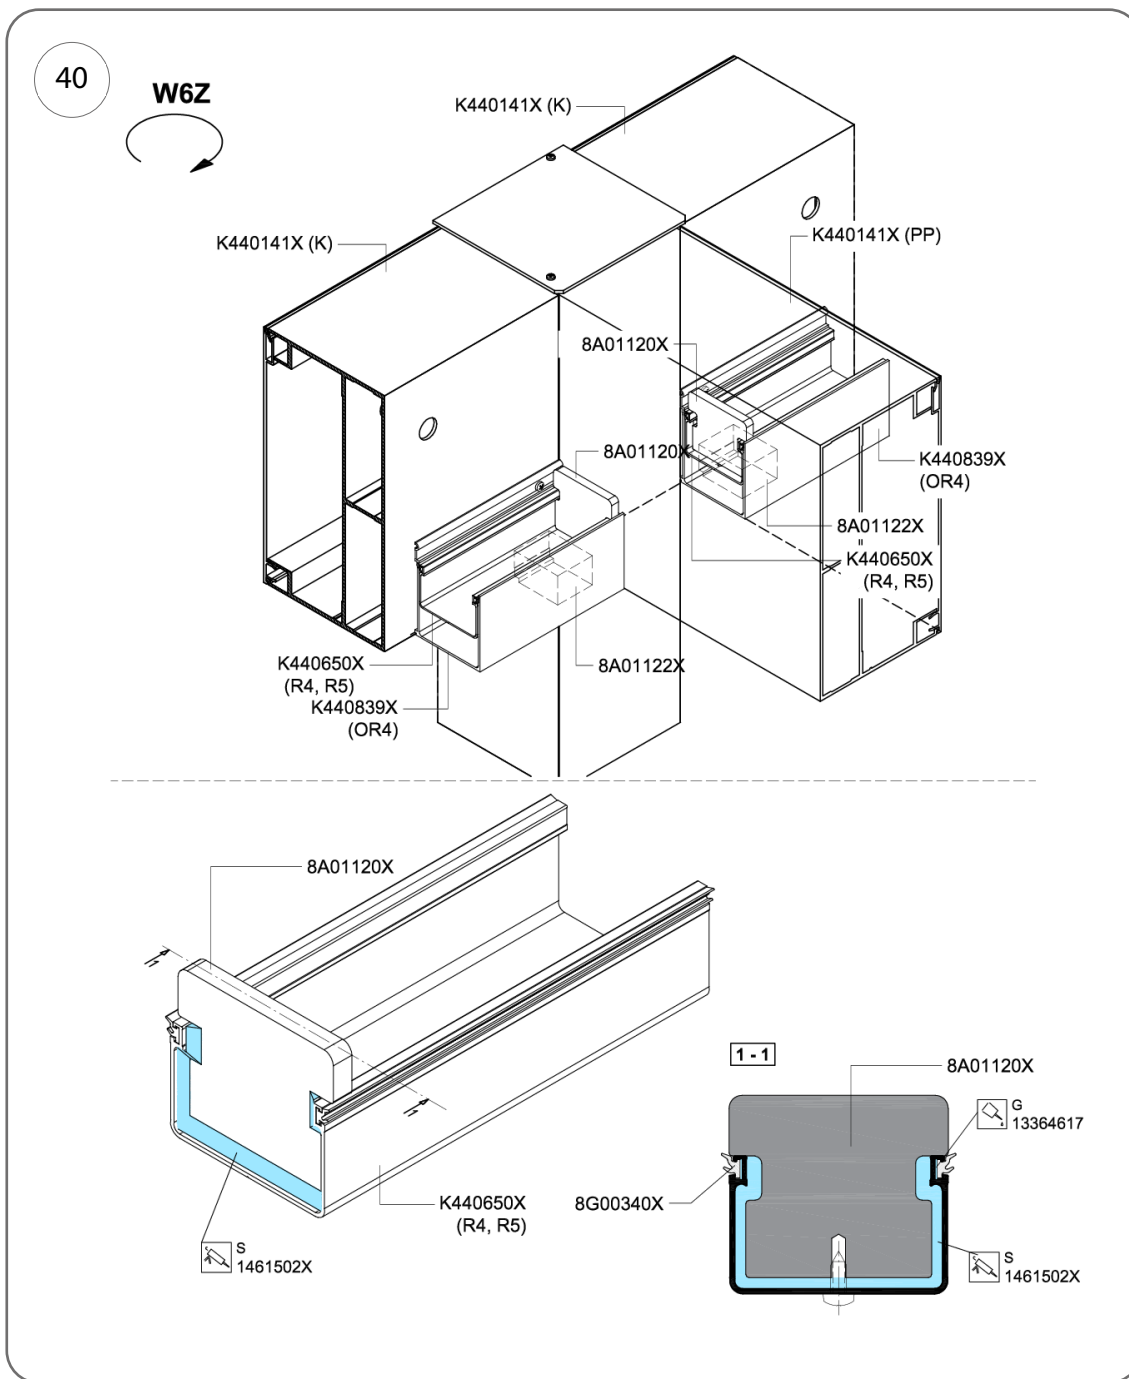

Abb. 40
5. Die Verbindung zwischen der Abdeckung (Kat.-Nr. 8A01120X) und der Regenrinne mit Dicht- und Klebemasse abdichten, wie in Abb. 40 dargestellt.